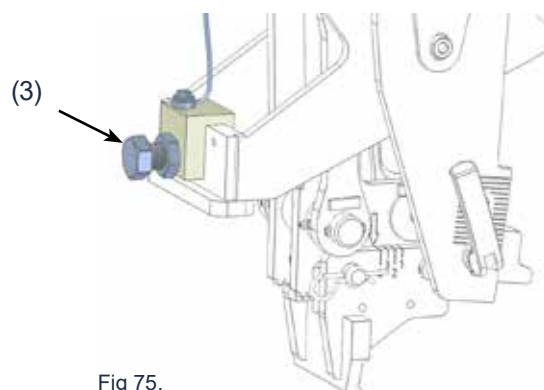

Fig 75.
2. Se till att den mekaniska stoppen för avbefästning är vänd med huvudet på sexkantbulten utåt på båda sidor, (3) Fig 75..